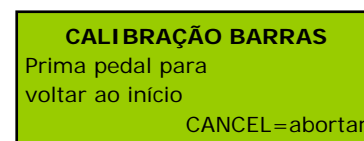

Figura 20.
- Uma vez realizada a calibração, accione o pedal para voltar ao início. Nesta fase pode visualizar a informação que se mostra na Figura 20.